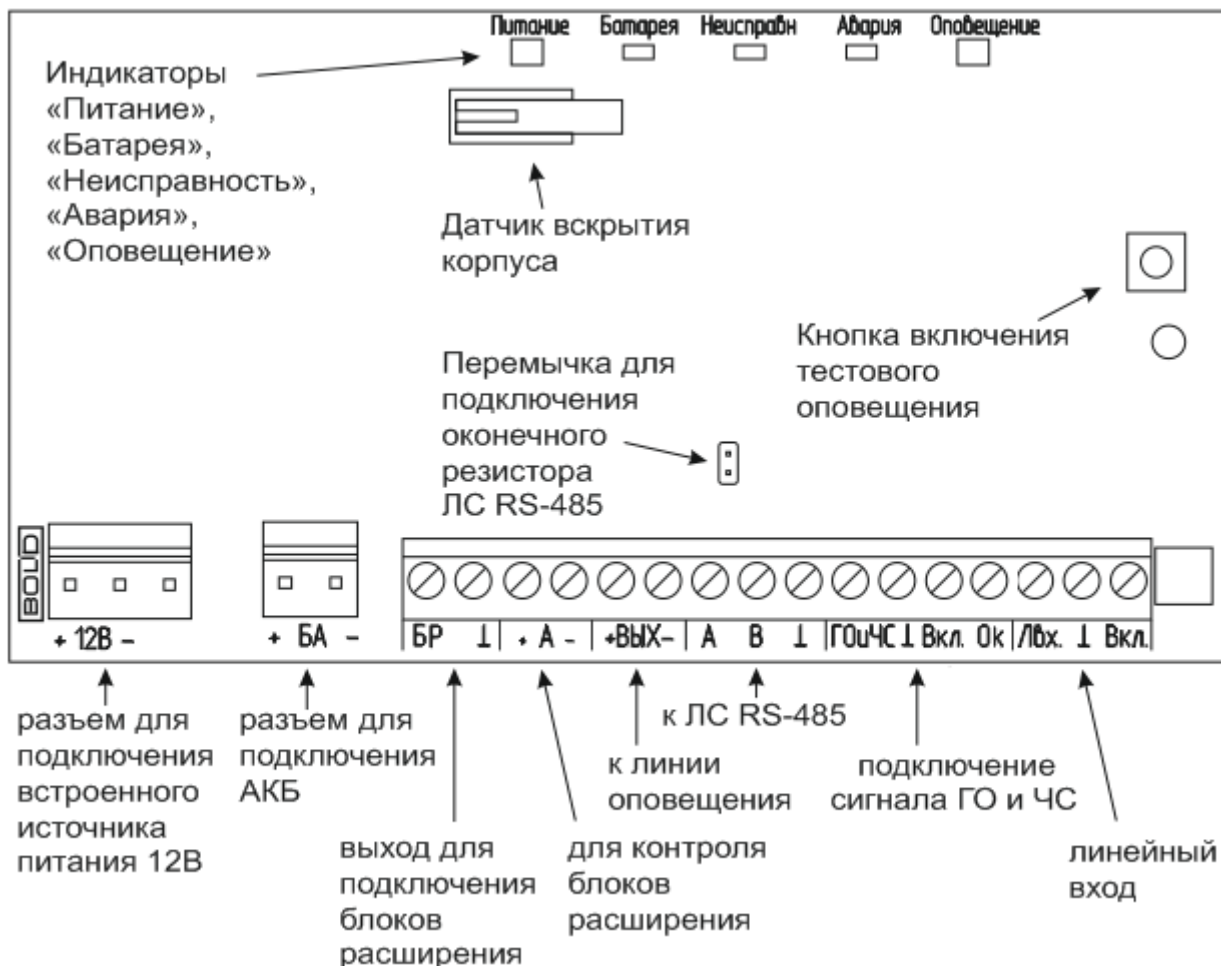

Рис. 1.4.1.1
1.4.1 На плате блока имеются световые индикаторы, предназначенные для индикации режимов работы и состояния, подключённых к нему внешних цепей, а также кнопка «Тест» и датчик вскрытия корпуса (см. Рис. 1.4.1.1). Назначение индикаторов приведено в Таблице 1.4.1.1.